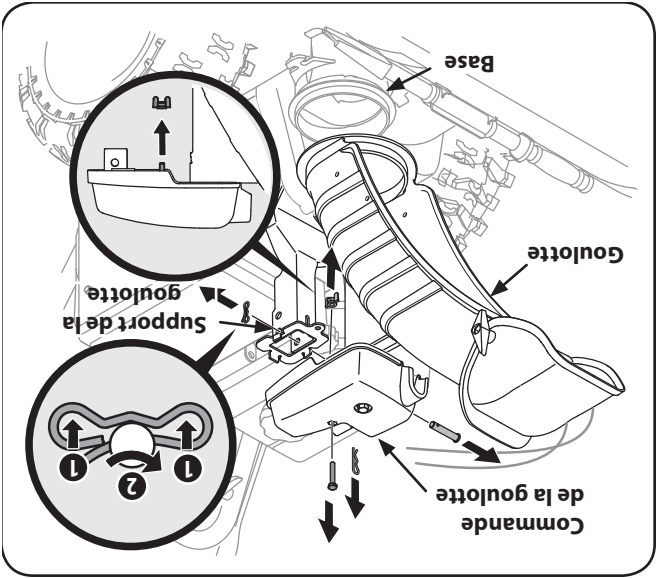

Figure 3-3
1. Retirez la goupille fendue, l'écrou à oreilles et la vis hex. qui se trouvent sur la commande de la goulotte. Retirez l'axe de chape et la goupille papillon du support de la goulotte. Voir la Figure 3-3.